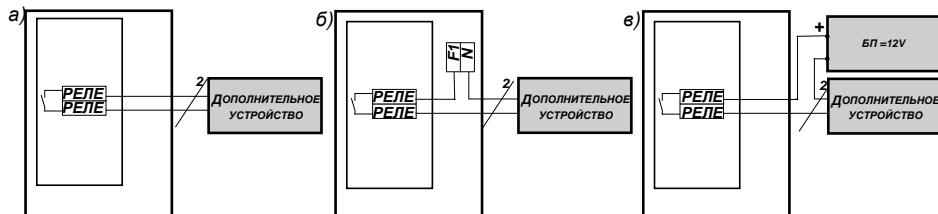

Рис. 1
Сброс памяти сработки происходит нажатием кнопки «СБРОС/ТЕСТ» на лицевой панели (см. Приложение А Рис. 1).
Встроенная звуковая сигнализация включена, пока есть активный сигнал датчика загазованности, или пока не будет нажата кнопка «СБРОС/ТЕСТ» на лицевой панели (см. Приложение А Рис. 1).
Электрический монтаж рекомендуется выполнять согласно Рис.1 Приложения Б в приведенной ниже последовательности.
2.2.2 Подключить дополнительное устройство, например светозвуковой оповещатель, к клеммам «РЕЛЕ» на плате «TT003», согласно одного из приведенных ниже вариантов на Рис. 1.